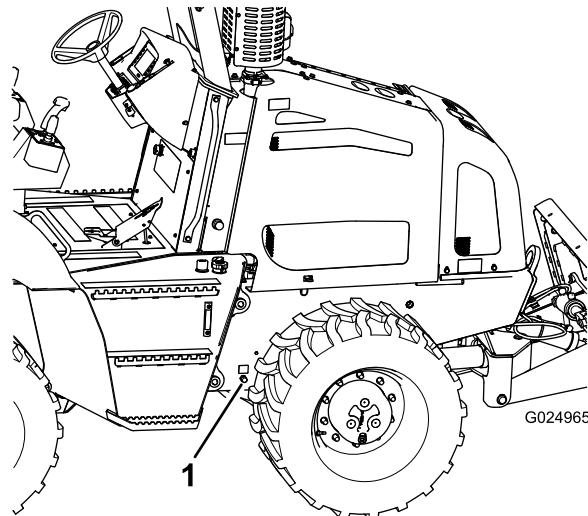

Рисунок 64
- Установите сливной поддон с минимальной емкостью 20 л (21 квартта США) под штуцер слива масла из двигателя (Рисунок 64).
- Снимите пробку со сливного штуцера и дайте моторному маслу полностью стечь (Рисунок 64).
- Установите пробку на сливной штуцер (Рисунок 64).
- Снимите крышку маслозаливной горловины с крышки клапанной коробки, повернув крышку и потянув ее вверх (Рисунок 64).